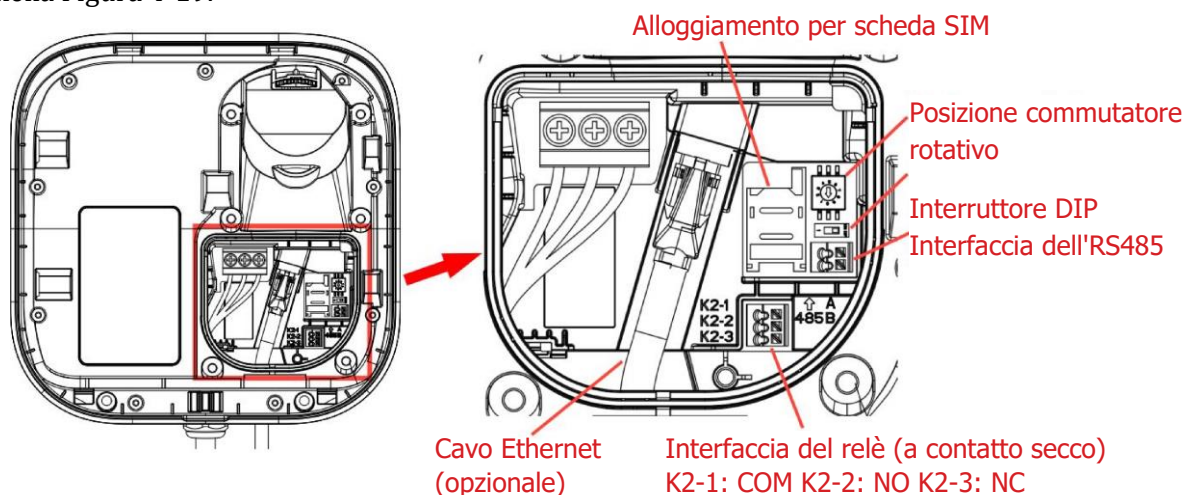
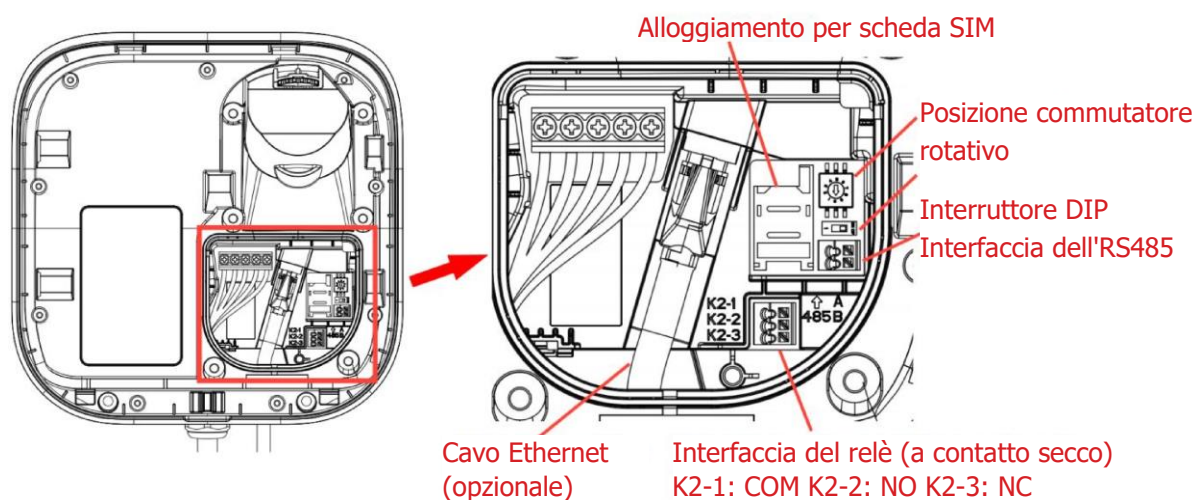

Figura 4-18 7 kW
Figura 4-19 11 kW
- (6) Inserire il cavo di rete nella porta del cavo Ethernet (il cavo di rete è necessario solo quando è richiesta la comunicazione Ethernet) e installare la scheda SIM, come illustrato nella Figura 4-18 e nella Figura 4-19.